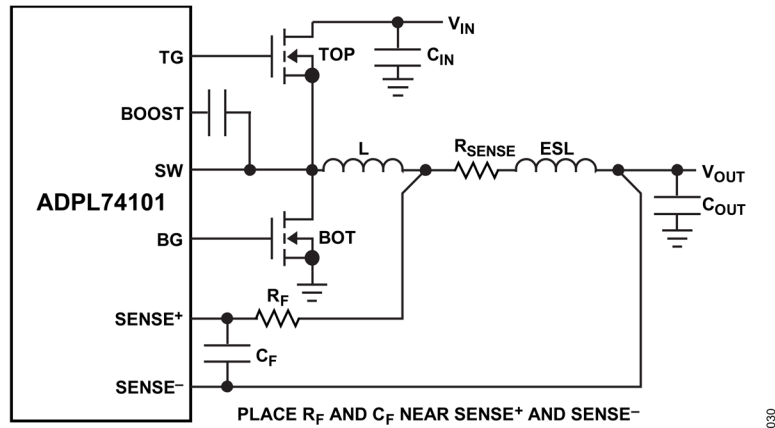

図 30. 抵抗を使用した電流検出
図 30 に、ディスクリット抵抗を使用した代表的な検出回路を示します。 $R_{SENSE}$  は必要な出力電流に基づいて選択します。コントローラの電流コンパレータの  $V_{SENSE(MAX)}$  は  $50mV$ 、 $25mV$ 、または  $75mV$  で、これは  $ILIM$  ピンの状態によって決まります。電流コンパレータの閾値電圧により、インダクタのピーク電流が設定されます。
センス抵抗に寄生インダクタンス (ESL) があると、インダクタ値が小さめ (<3μH) のアプリケーションや電流が大きめ (>5A) のアプリケーションでは、電流検出信号に大きな誤差が生じます。この誤差は入力電圧に比例し、ライン・レギュレーションを劣化させたり、ループを不安定化させたりする可能性があります。図 30 に示すように、検出ピンに RC フィルタ (RF) を使用すると、この誤差を補償できます。ESL を最も抑えるには、RC フィルタの時定数を  $R_F \times C_F = ESL/R_{SENSE}$  ( $C_F$  はフィルタのコンデンサ) となるように設定します。一般に、1nF~10nF の範囲内になるように  $C_F$  を選択し、それに応じて  $R_F$  を計算します。この誤差を最小限に抑えるため、低 ESL でフットプリントの広い形状の表面実装型センス抵抗を推奨します。メーカーのデータシートで仕様規定されていない場合、ESL は、1206 フットプリントの抵抗器では 0.4nH、1225 フットプリントの抵抗器では 0.2nH と概算できます。